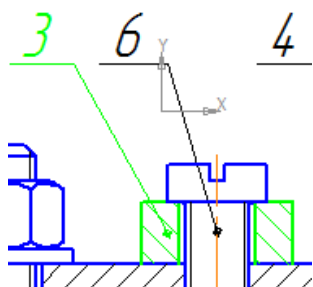

Рисунок19 – Выделение Планки и номера позиции
3. Выделите любым удобным способом изображение одной составной части, например, Планки, на всех изображениях и добавьте в выделение номер позиции (Рисунок19).